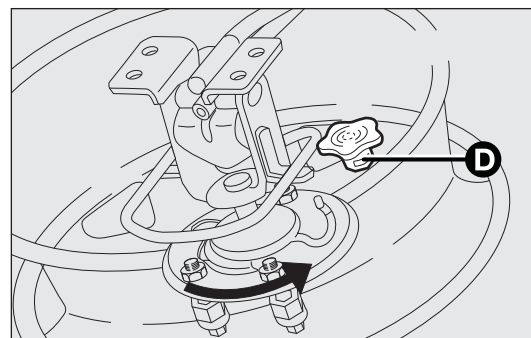

fig. 169
- raccrocher la roue au support en la tournant jusqu'au bout de la bouttonnière (comme l'indique la fig. 169) et visser le pommeau D ;